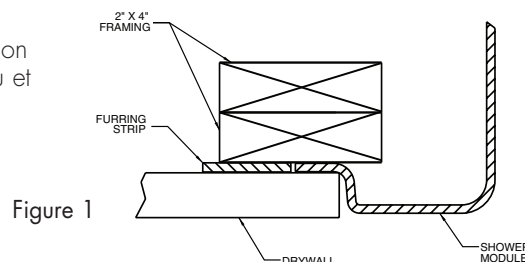

Figure 1
10. Terminer la partie frontale de la douche avec la cloison sèche, comme indiqué dans la [Fig. 1].